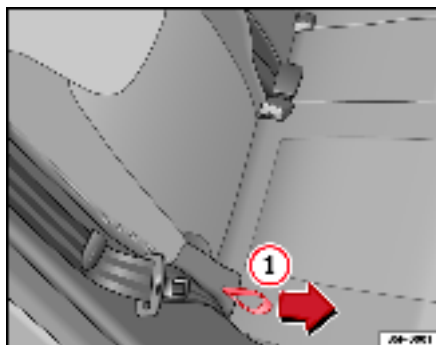

Fig. 97 Réglage de l'inclinaison du dossier, banquette arrière
- Saisissez le haut du dossier. Tirez la dragonne latérale du siège ⇒ page 140, fig. 97 ① dans le sens de la flèche et maintenez la dragonne en position. Rabattez le dossier du siège vers l'arrière en position souhaitée, puis relâchez la dragonne.